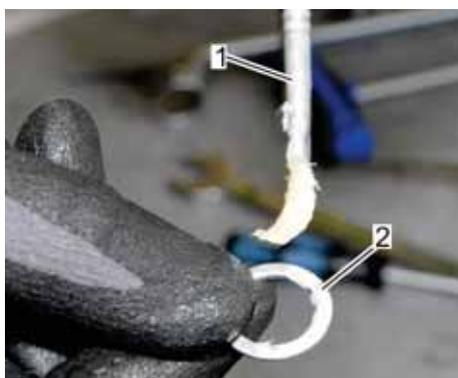

Abb. 139: Dichtring fetten
9. ➔ Den neuen Dichtring (Abb. 139/2) mittels eines Pinsels (Abb. 139/1) beidseitig mit dem Fett *Anti Seize* fetten.